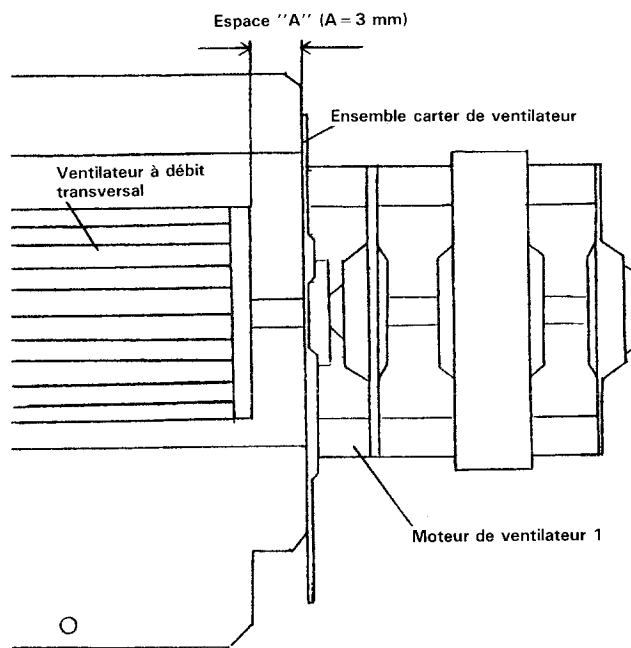

Figure C-3. Réglage de l'espace entre le ventilateur à débit transversal et l'ensemble carter de ventilateur.
5. Reposer le roulement sur l'ensemble carter de ventilateur avec deux (2) vis.
6. L'arbre du moteur de ventilateur peut être légèrement déplacé vers son axe. Après que l'arbre du moteur de ventilateur est déplacé dans le sens de la flèche, il faut donc régler l'espace A entre le ventilateur à débit transversal et l'ensemble carter de ventilateur sur 3mm, comme le représente la Figure C-3.
8. Reposer l'ensemble carter de ventilateur sur la plaque inférieure avec trois (3) vis.
9. Reposer la plaque inférieure sur la cavité du four et le conduit de ventilateur de convection avec toris (3) vis.
10. Reposer la charnière de four inférieure sur la plaque inférieure avec trois (3) vis.
13. Reposer le transformateur abaisseur et le transformateur de puissance sur la plaque inférieure avec quatre (4) vis.